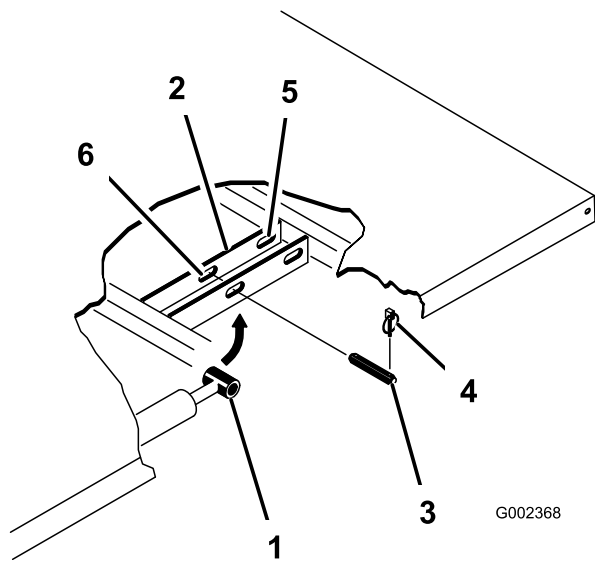

Figure 30
3. Retirez les goupilles à anneau aux extrémités extérieures des axes des tiges de vérins (Figure 30).
- Retirez les axes de chape qui fixent les côtés tiges des vérins aux plaques de montage du plateau en les poussant vers l'intérieur (Figure 30).
- Enlevez les goupilles à anneau et les axes de chape qui fixent les supports de pivot aux profilés du cadre (Figure 30).